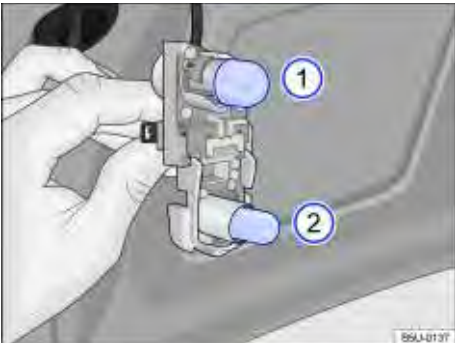

Fig. 184 No suporte das lâmpadas: localização das lâmpadas.
5.	Para remover a lâmpada incandescente queimada (1) ⇒ Fig. 184, pressionar a lâmpada contra o suporte e girar, ao mesmo tempo, no sentido anti-horário.
6.	Para remover a lâmpada incandescente queimada (2) ⇒ Fig. 184, puxar a lâmpada do suporte para removê-la.
8.	Para inserir a lâmpada nova (1) no suporte, pressionar a lâmpada e girar, ao mesmo tempo, no sentido horário, até o batente.
9.	Para inserir a lâmpada nova (2) no suporte, encaixar e empurrar a lâmpada no suporte.
A localização e a identificação das lâmpadas incandescentes ⇒ Fig. 184 estão relacionadas a seguir: